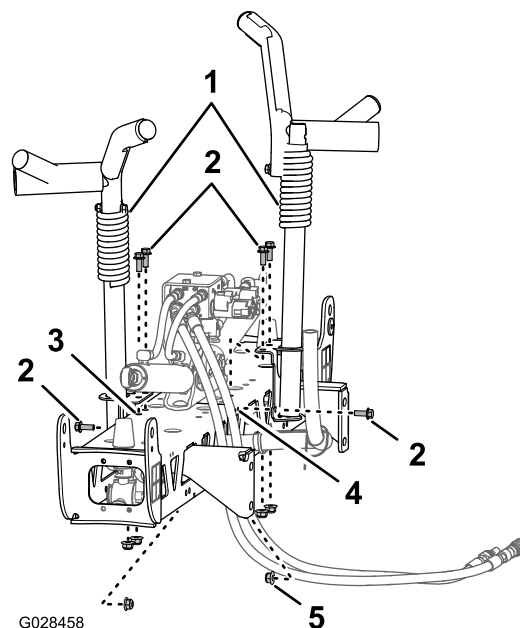
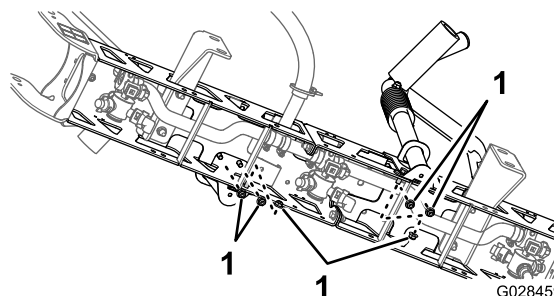

Figura 37
Figura 38
- Alinai suporturile de transport ale braului la seciunea centrală a braului (Figura 37).
- Asamblai suporturile pe seciunea braului (Figura 37 i Figura 38) cu 6 uruburi ($\frac{3}{8} \times 1$ ") i 6 contrapiulie cu flană ($\frac{3}{8}$ ").